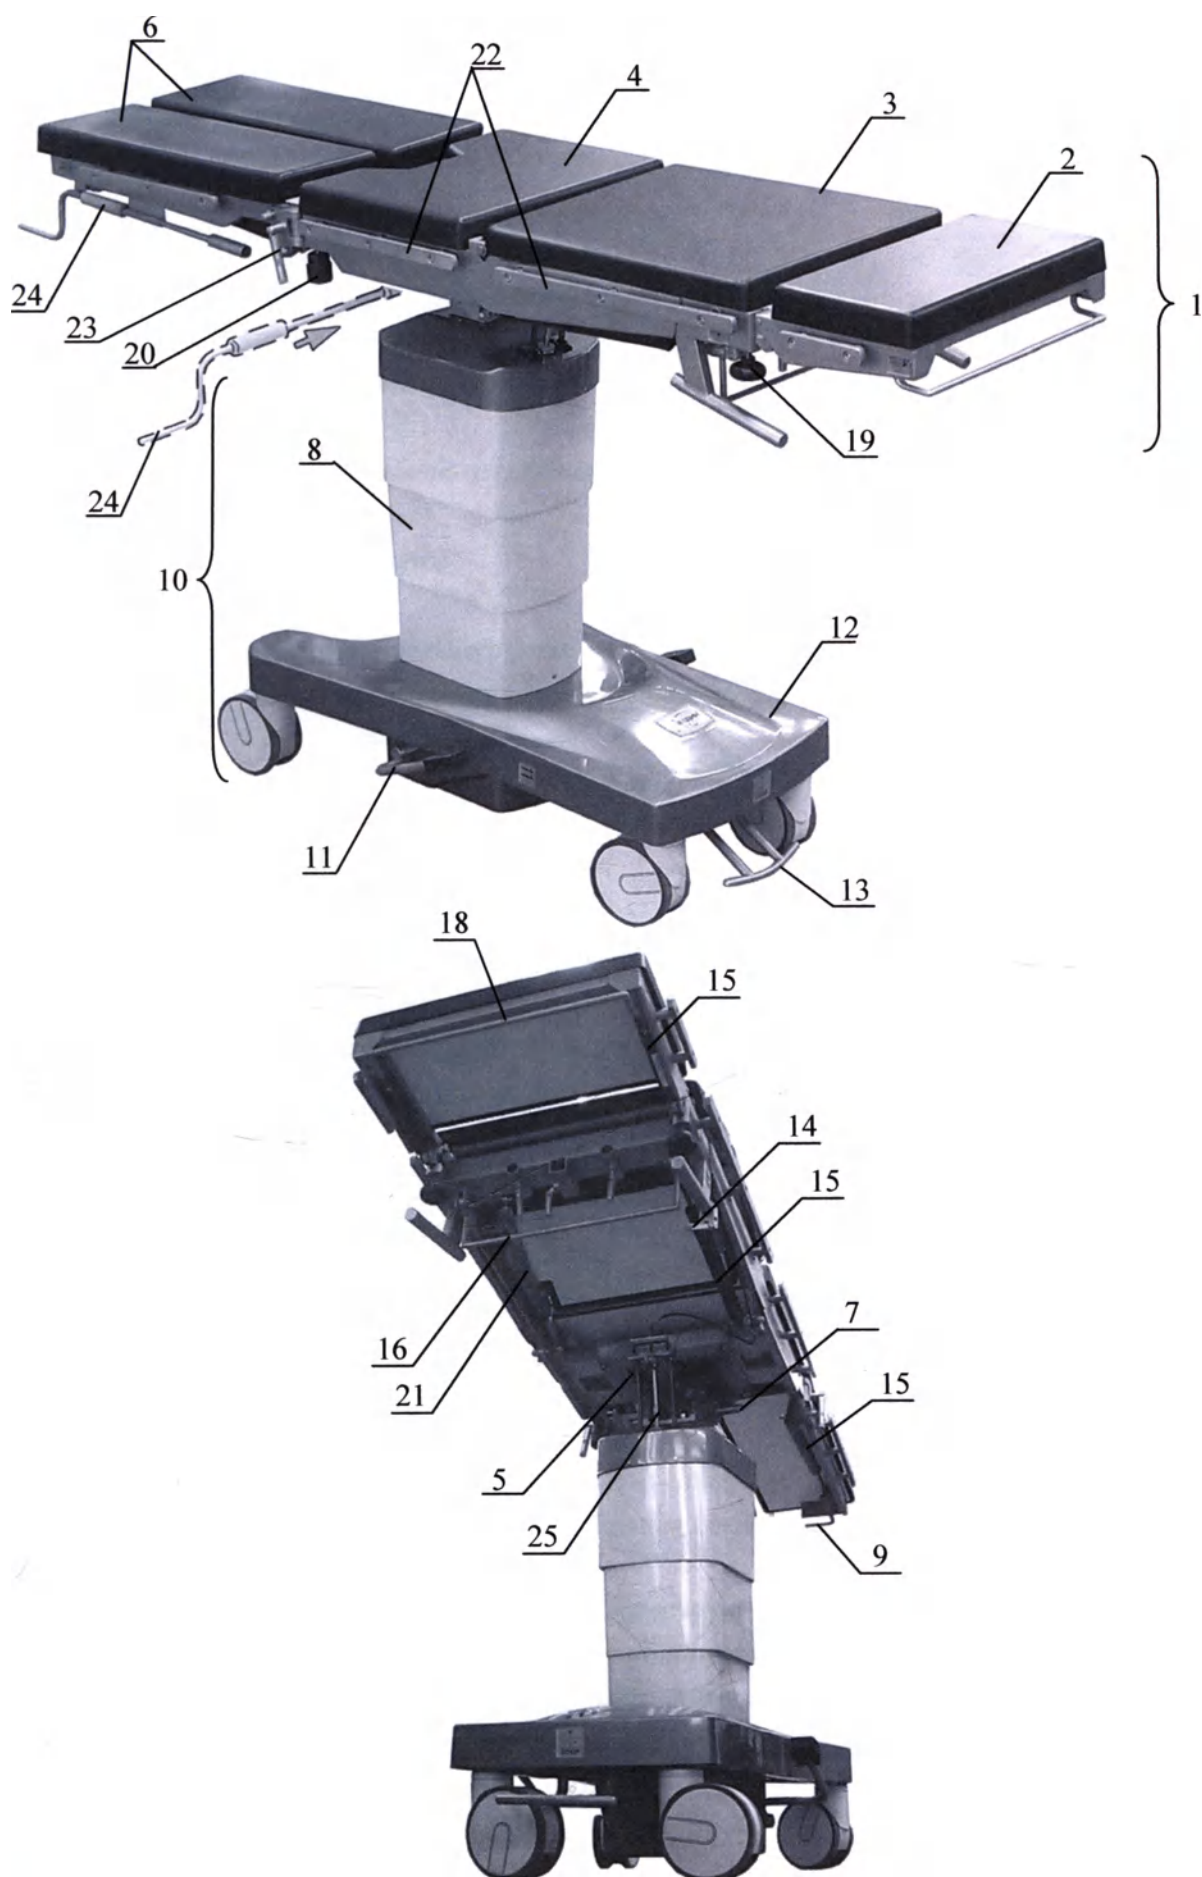

Рисунок 1 - Стол общехирургический «ОК-ГАММА» МОБИЛ
2.2 Панель стола состоит из секций: головной 2, спинной 3, центральной (тазобедренной) 4 и ножной 6 (Рисунок 1). Ножная секция состоит из двух частей - правой и левой.
Нажмите ногой на педаль подъема 11 до упора (рисунок 1). Стол поднимается приблизительно на 8 мм. Нажмите на педаль 11 столько раз, сколько необходимо для поднятия панели стола на требуемую высоту.
Изменение угла продольного наклона панели осуществляется при помощи пневмопружин 25, расположенных в основании 10 стола (рисунок 1). Управление пружинами производится при помощи рукоятки 14. Нажав на рукоятку 14, пружины выводят стол в позицию анти-Тренделенбурга. Для того, чтобы перевести стол в позицию Тренделенбурга необходимо приложить небольшое усилие на спинную секцию панели, преодолев усилие выталкивания пружин. С пациентом эта операция производится значительно легче.